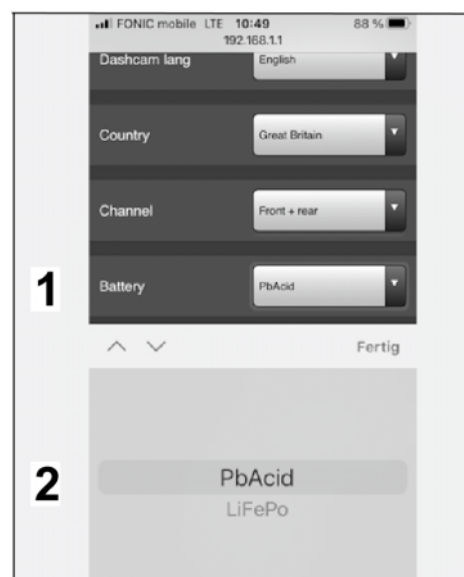

Bild 22
5.3.4 Batterie-Typ wählen (⇒ Bild 22)